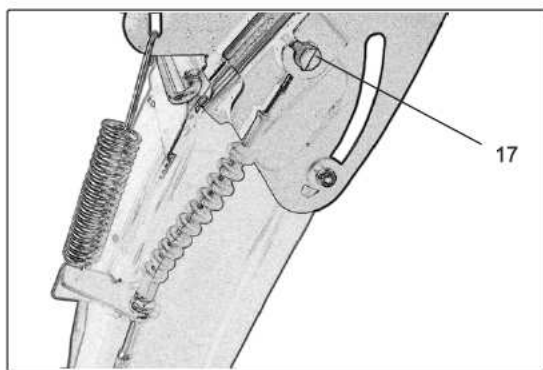

Рис.7
• Установите тросик привода регулировки дальности выброса: вставьте тросик в верхнюю часть желоба, отрегулируйте его длину и зафиксируйте болтом (рис. 7 поз 17).